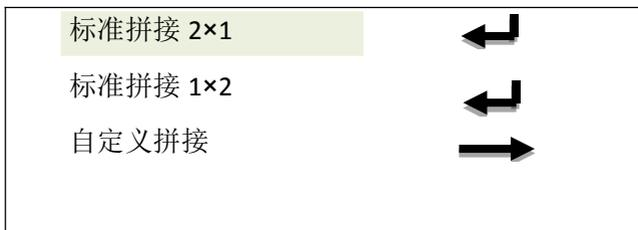

图 2.9.2
2、拼接器模式下，切换设置变成拼接设置，在主菜单下，旋转旋钮，选择“拼接设置”，轻触旋钮，出现图 2.9.2 所示界面